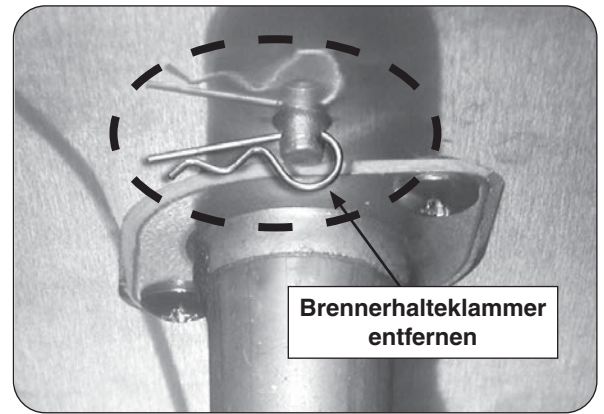

Abb. 33-1 Brennerhalteklammer entfernen
3. Greifen Sie unter die Brennerhalterung und entfernen Sie die Brennerhalteklammer (siehe Abb. 33-1), die sich an der Rückseite des Brennerrohrs befindet.
7. Befestigen Sie die Brennerhalteklammer (unter dem Brenner) wieder. Siehe Abb. 33-1.